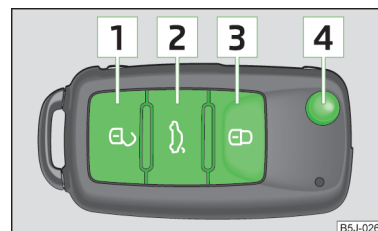

Fig. 33
➤ Pulse la tecla [1] » fig. 33.
➤ Pulse la tecla [3] » fig. 33.
➤ Pulse la tecla [3] » fig. 33 dos veces en 2 segundos. Para más información » página 48.
➤ Pulse la tecla [2] » fig. 33. Para más información » página 54.
➤ Pulse la tecla [4] » fig. 33.
► Pulse la tecla **4** » fig. 33 y pliegue el paletón de la llave.
El desbloqueo del vehículo se indica mediante dos parpadeos de las luces intermitentes. Si se desbloquean las puertas del vehículo con la tecla **1** » fig. 33 sin abrirse ninguna puerta ni la tapa del maletero en los 30 segundos siguientes, las puertas del vehículo se volverán a bloquear automáticamente y se activa el seguro Safe, o bien la alarma antirrobo. Esta función impide un desbloqueo accidental del vehículo.